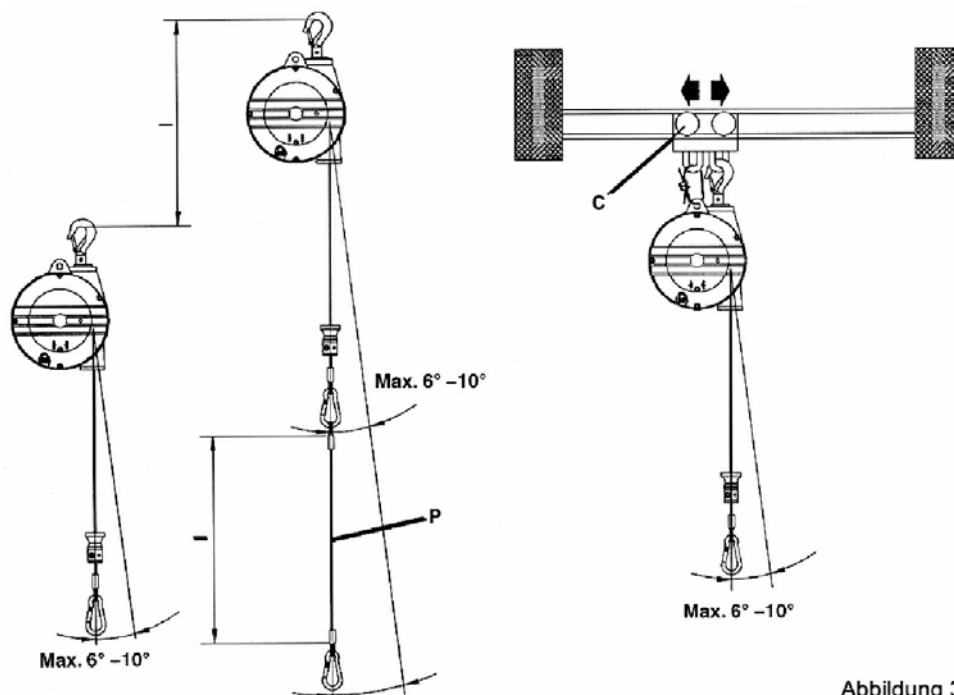

Abbildung 3
Maximale Lebensdauer und einwandfreier Betrieb sind gewährleistet, wenn der Lifty-Federzug vertikal arbeitet. Der maximal vorgesehene Winkel bezüglich der Vertikalen (Abbildung 3) kann zwischen 6° - 10° liegen. Sollte eine horizontale Verschiebung erforderlich sein, die einen größeren Winkel als den maximal vorgesehenen erfordert, gibt es die folgenden Wahlmöglichkeiten:
1. Der Lifty-Federzug wird unter Verwendung einer Verlängerung (P-Option) installiert, die passend anzufordern ist unter Angabe des Maßes „l“ (Abbildung 3).
2. Der Lifty-Federzug wird an einem Schlitten (Abbildung 3), der das Erreichen der erforderlichen Arbeitspositionen durch horizontale Verschiebung möglich macht (Abbildung 3), aufgehängt.